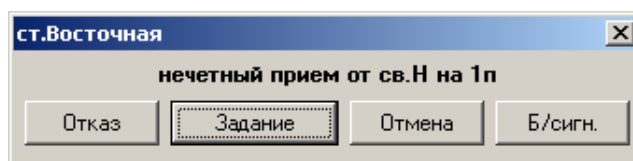

Рис. 10. Диалоговое окно задания/отмены маршрута.
1. Наведите курсор «мыши» на повторитель попутного светофора и нажмите левую клавишу. Затем наведите курсор «мыши» на повторитель встречного светофора и нажмите левую клавишу. В появившемся диалоговом окне выберите команду «Задание» (рис. 10)
При нажатии на первый повторитель светофора значок курсора «мыши» (*стрелка*) изменяется на значок *поезда* (вместо  появляется ), что показывает режим задания маршрута. Для выхода из этого режима необходимо нажать правой кнопкой «мыши» на свободном месте пульт-табло. Либо после нажатия на второй повторитель светофора в появившемся диалоговом окне выбрать команду «Отмена» (рис. 10).
1. Продублировать задание маршрута по способу №1 и в появившемся диалоговом окне выбрать команду «Отмена» (рис. 10).
- Команда «Б/сигн.» (рис. 10) позволяет в режиме АРМ ДНЦ задать маршрут без открытия соответствующего сигнала (СП установятся в положение задаваемого маршрута). В соответствии с планом проведения деловой игры в имитационном тренажере АРМ ДСП/ДНЦ перегоны между станциями могут быть: